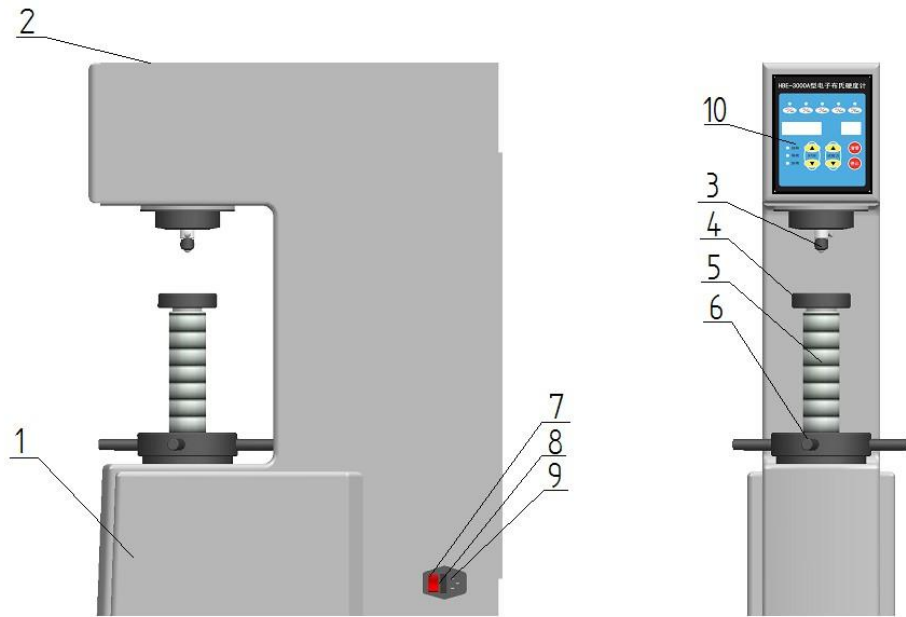

图 2
3.1 去掉螺杆(5)和压头安装杆之间的垫块，将螺杆(5)上的防锈油擦干净，待干燥后涂上适量薄质机油润滑（图 2）。